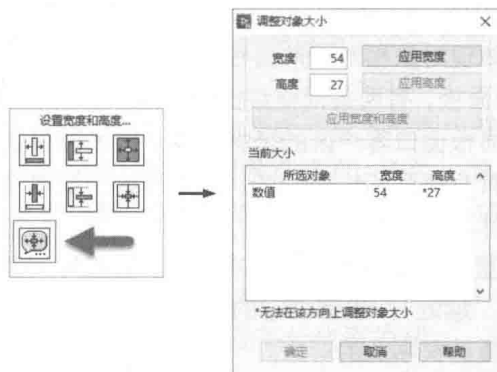

图 1-19 “调整对象大小”工具按钮和“调整对象大小”对话框
- ◆ 单击工具栏中的“调整对象大小”按钮,弹出“调整对象大小”对话框,如图 1-19 所示。
在上述对话框中不仅可以查看到控件对象的大小,更重要的是可以按照像素点修改控件对象的大小,其中有的对象只允许单方向调整。图 1-19 所示的例子就只允许调整对象的宽度。